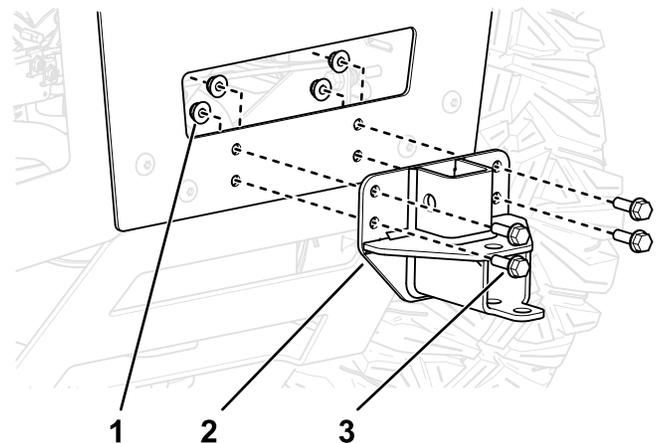

Figura 7
- 4. Instale el soporte de montaje del ensacador en la máquina, tal y como se muestra en la Figura 7.